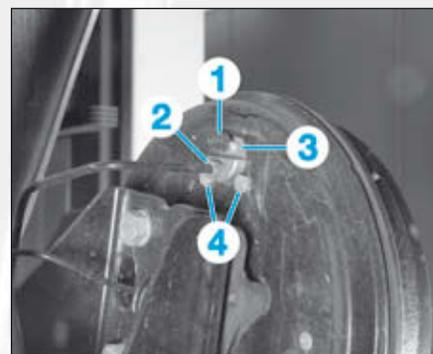

FIG.11
- Brancher un tuyau, plonger dans un bac de récupération, sur la vis de purge (1) (Fig.11).
- Dévisser le raccord (2) et l'extraire du cylindre de roue (3).
- les vis (4) du cylindre de roue (3),
- le cylindre de roue (3).